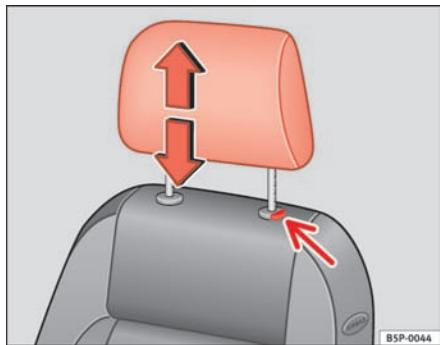

Fig. 70 Ajuste o desmontaje del apoyacabezas
- Pulse la tecla ⇒ fig. 70(flecha).